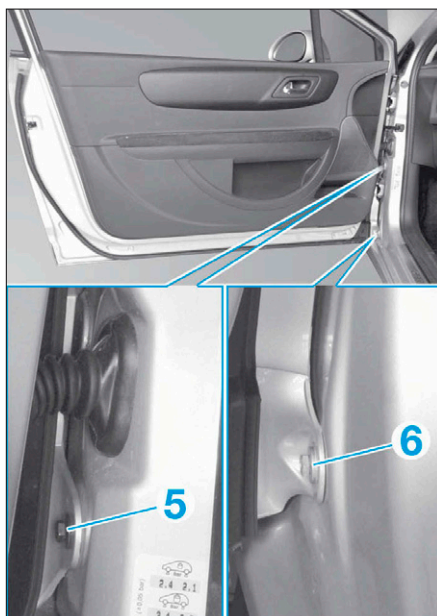

FIG. 15
- Déposer les vis (5) et (6) (Fig.15).